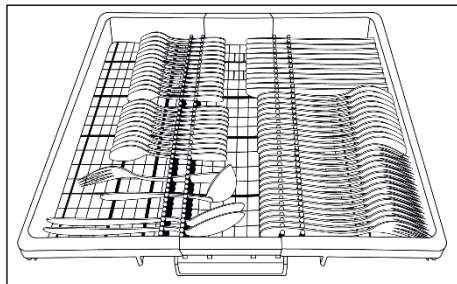

Abb. 6
- Das Schlauchende in dem festen Ablauf befestigen. Der Schlauch darf nicht geknickt werden, damit der Wasserablauf nicht verhindert wird (Abb. 6).
- Es wird empfohlen, einen Siphon zu verwenden (Abb. 6 X). Falls erforderlich kann der Ablaufschlauch bis zu 2,5 m verlängert werden, wobei die Höhe vom Boden mindestens 85 cm betragen muß. Der entsprechende Verlängerungsschlauch ist als Originalzubehör über den Kundendienst erhältlich.
- Das gebogene Schlauchende kann auch am Spülbeckenrand eingehängt werden. Achten Sie darauf, dass der Schlauch nicht im Wasser getaucht wird, um einen Rücklauf des Wassers beim Spülen zu verhindern (Abb. 6 Y).
- Soll das Gerät untergebaut werden, muss der Krümmer des Ablaufschlauches direkt unter der Arbeitsplatte an der höchstmögliche Stelle angebracht werden (Abb. 6 Z).
Verwenden Sie den dritten Korb, um Besteck einzuräumen, wie in der Abbildung gezeigt (Abb.6).